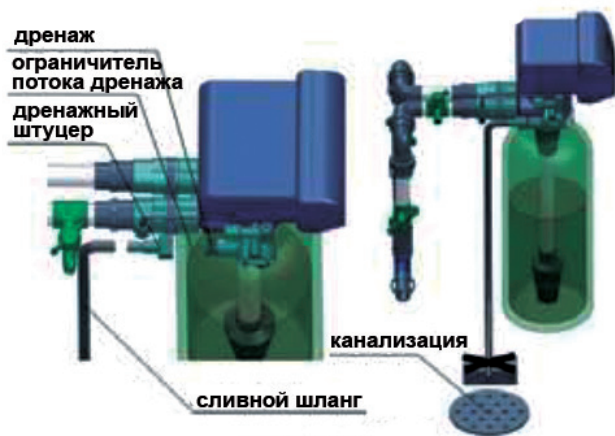

рисунок 1-4
5. Монтаж дренажной линии (см. рис. 1-4).
■ Убедитесь в том, что сливной шланг не присоединен к канализационному коллектору и оставьте некоторое пространство между ними для избегания попадания сточных вод в фильтр обратным ходом (см. рис. 1-4).